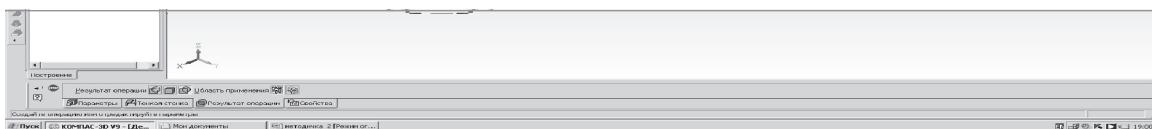

Рис. 12. Выдавливание. Панель свойств. Результат операции
- результат операции (рис. 12);